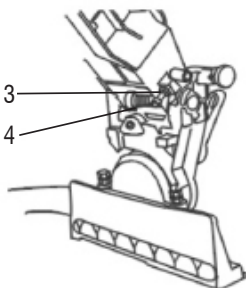

Fig. 15 - Regulagem do batente de corte
- Para ajustar a profundidade de corte, faça a regulagem através do batente de corte (4), Fig. 15, de acordo com o desejado.